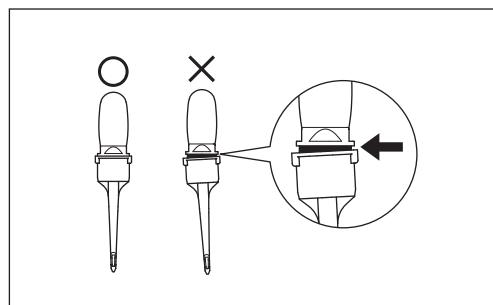

Fig. 28
- Certifique-se de que instala bem a ponta do bico, conforme ilustrado (Fig. 28). Se a ponta for instalada incorretamente, vai soltar-se e pode ser acidentalmente ingerida pelo paciente.